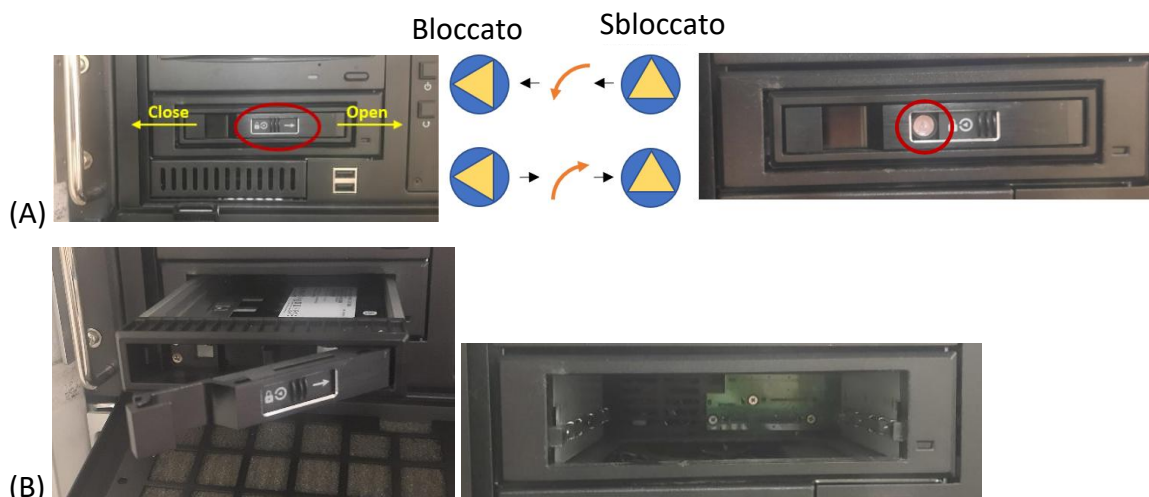

Figura B-2: Maniglia di rilascio e rimozione del disco rigido
2. Far scorrere lo sportello del coperchio per scoprire la serratura (vedere **Figura B-2**),
3. Utilizzare una chiave dedicata per sbloccare l'alloggiamento (vedere la **Figura B-2**).
4. Utilizzare la maniglia dedicata per sbloccare e rimuovere l'unità dall'alloggiamento (vedere **Figura B-2**).
6. Utilizzare la maniglia dedicata per montare l'unità nell'alloggiamento (vedere la **Figura B-2**).
7. Ruotare la chiave su **Lock (Blocco)** (vedere **Figura B-2**).
8. Far scorrere lo sportello del coperchio per coprire la serratura (vedere **Figura B-2**).